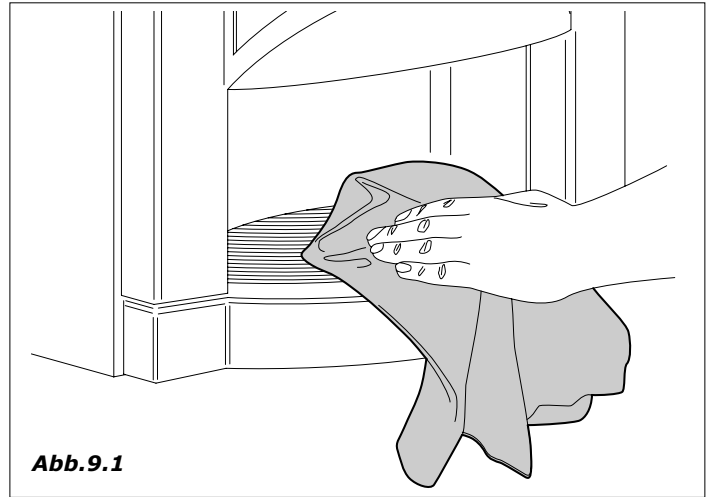

Abb. 9.1
- Tuch befeuchten und alle sichtbaren Teile der Ausgabekammer reinigen (Abb. 9.1 und 9.2)